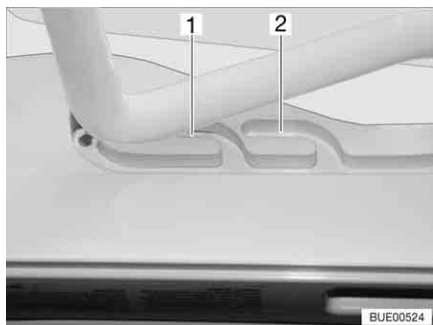
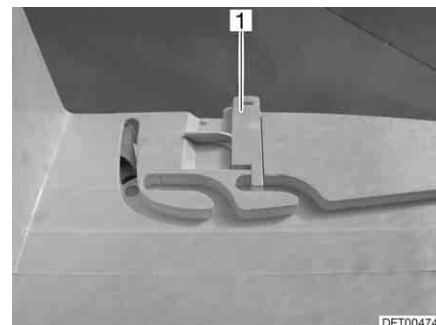

Fig. 59 Lanterneau Heki en position de ventilation
Fig. 60 Verrouillage position de ventilation
Il est possible d'amener le lanterneau Heki en deux positions de ventilation : Position pour mauvais temps (Fig. 59,1) et position intermédiaire (Fig. 59,2). Suivant le modèle, il est possible de verrouiller le lanterneau en position intermédiaire avec le verrou (Fig. 60,1).
- Pousser légèrement l'étrier vers le haut, le pousser dans la glissière choisie (Fig. 59,1 ou 2) et le verrouiller si nécessaire.